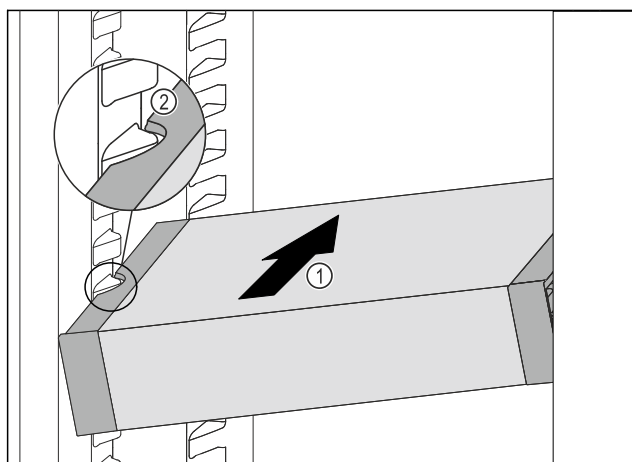

Fig. 119
- ▶ Inserire VarioSafe ad angolo nel vano frigorifero Fig. 119 (1), fino a quando le cavità laterali Fig. 119 (2) di VarioSafe non si trovano al livello della nervatura del contenitore nel vano frigorifero.